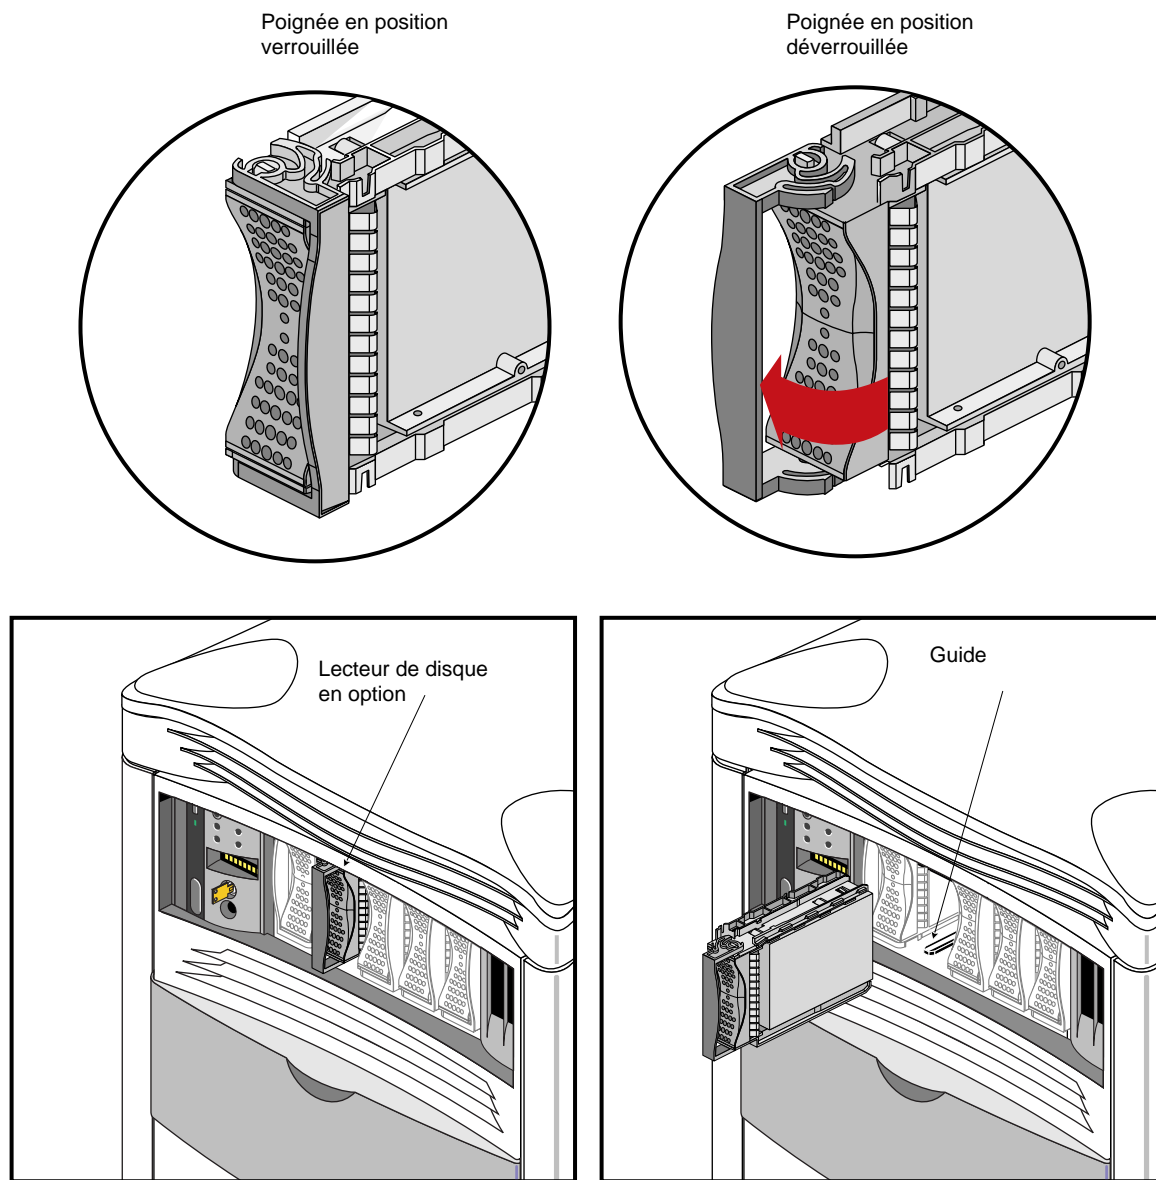

Figure 5-2 Retrait d'un lecteur de disque de données
2. La poignée doit se trouver au milieu, comme le montre la Figure 5-2.